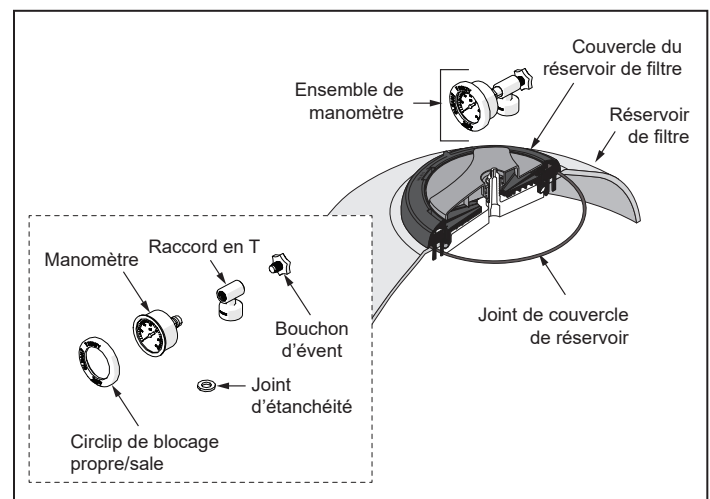

Figure 5. Installation du couvercle et du manomètre
S'assurer que le joint torique est complètement nettoyé et lubrifié avec un lubrifiant à base de pétrole non. Avant de soumettre le filtre de pression, s'assurer que la poignée est tournée, aussi serrée que possible, afin d'obtenir une bonne étanchéité. Voir la figure 5.
4. Vérifiez que le couvercle est correctement fixé et serré. Voir la figure 5.